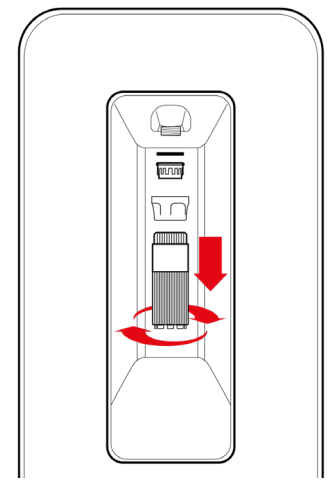

Fig. 1-18
36.1 – Staccare la spina di alimentazione elettrica dell'apparecchio. Svitare la ghiera di serraggio dell'ugello di erogazione con l'apposita chiave in dotazione fino al completo svitamento. Prestare attenzione a non perdere la capsula grigia del perlatore e la guarnizione ad anello, Fig. 1-18. Se la guarnizione non si stacca subito, verificare che sia rimasta all'interno della sede del raccordo lato apparecchio.